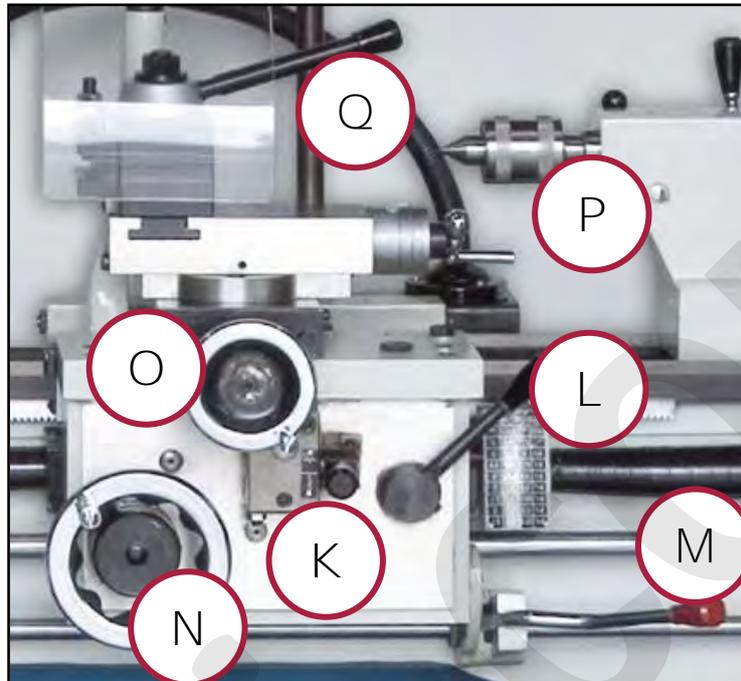

Figura 27 – Volantini e leve del carrello.
Sul carrello porta utensile vi sono dei volantini per l'avanzamento trasversale e longitudinale in manuale (Figura 27). Ciò, ovviamente oltre alle leve descritte nel paragrafo precedente.
5. **Inserire l'utensile sulla torretta del carrello porta utensile, e fissarlo con l'apposita leva** di bloccaggio (rif. Q in Figura 27).
6. Regolare la posizione del carrello e delle slitte porta utensile, utilizzando le leve ed i volantini appositi (vedere la Figura 27).
10. Spostare la leva di avviamento del mandrino per dare inizio alla rotazione del mandrino, scegliendo allo stesso tempo il senso di rotazione (rif. M in Figura 27).